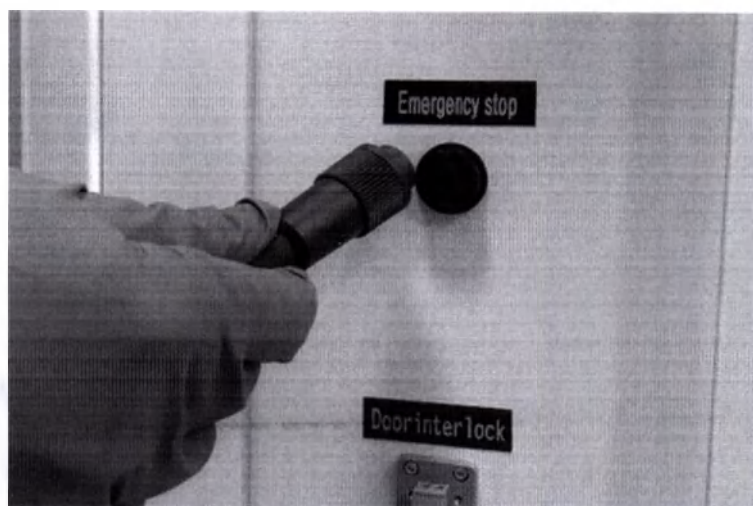

Рис.8.3 – Подключение кнопки экстренного отключения для пациента
8.2.1. Подключите кнопку экстренного отключения для пациента как показано на рис.8.3 и поверните фиксирующую гайку на разъеме по часовой стрелке.